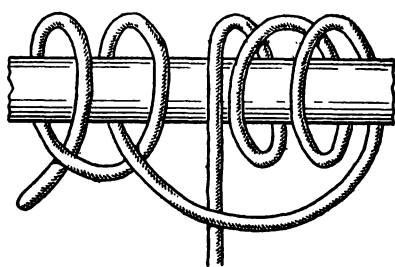

Рис. 59. Верблюжий узел
**Верблюжий узел** (рис. 59). Если вам нужно привязать тонкую веревку к другой, более толстой веревке для тяги под любым углом, советуем воспользоваться этим удивительным узлом. Будучи правильно завязан, он не скользит ни влево, ни вправо. Его всегда легко развязать даже в том случае, если он намок и сильно затянулся.